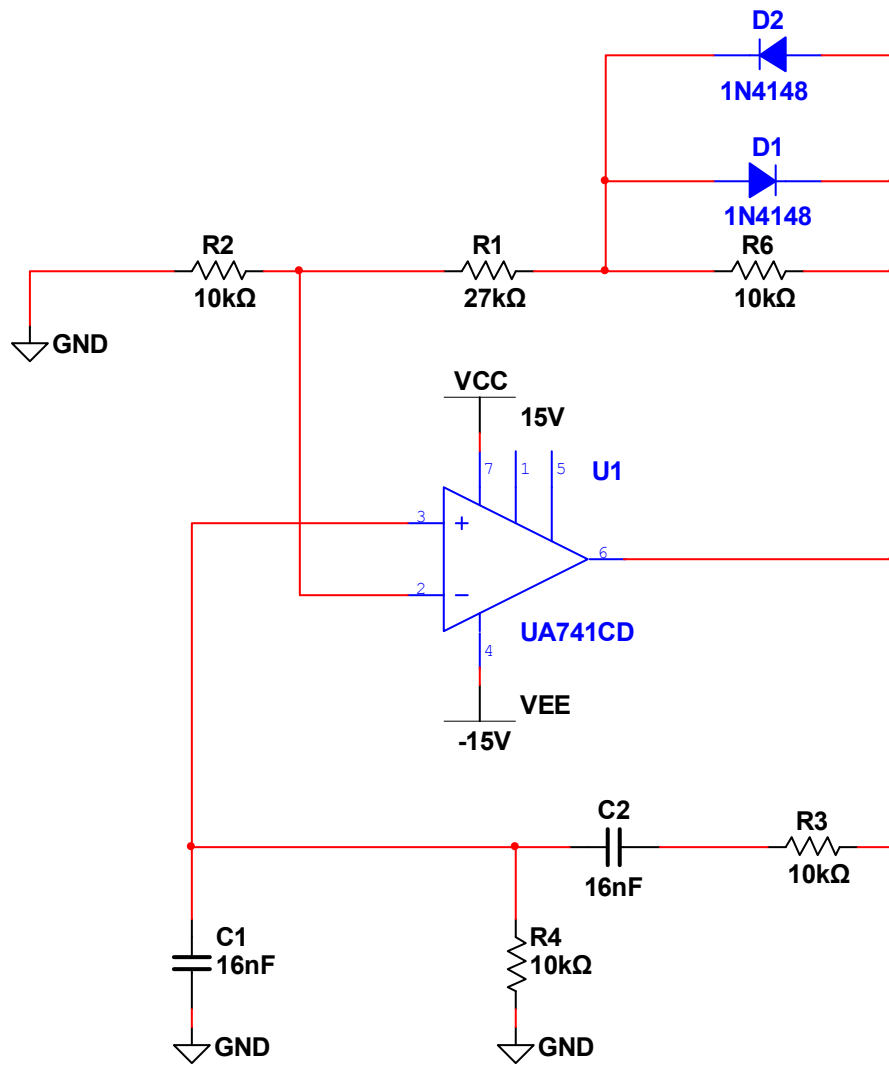

Рис. 6.1.2
- Собрать схему RC-генератора (рис. 6.1.2) и установить значения элементов, полученные в ходе предварительного расчета.